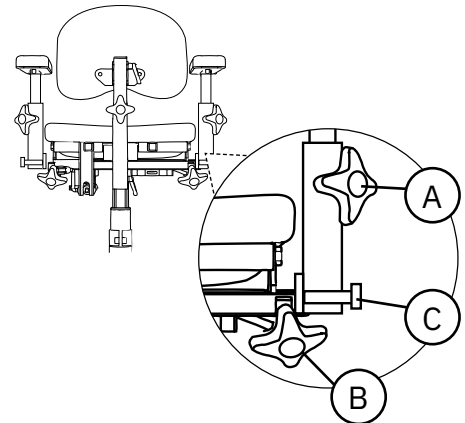

Abb. 5.35. Wegklappbare Armlehnen.
Wegklappbare Armlehnen sind in Höhe (A) und Breite (B) verstellbar und können nach hinten geklappt werden (C), siehe Abb. 5.35.